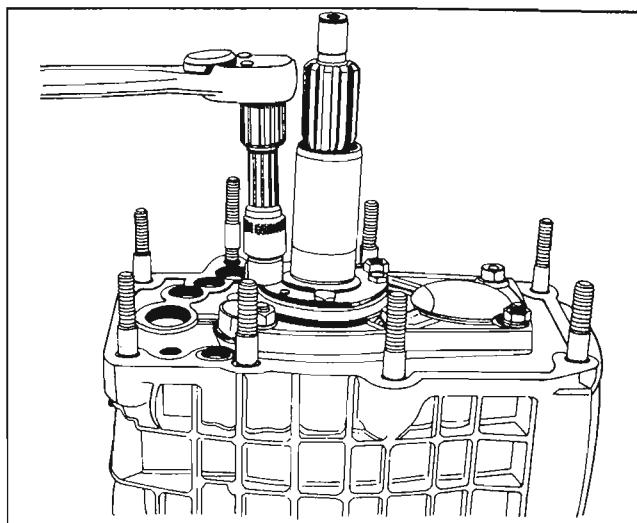

Fig. 10
Afloje los tornillos y saque la cubierta del eje de toma de fuerza (2). *Fig. 10*